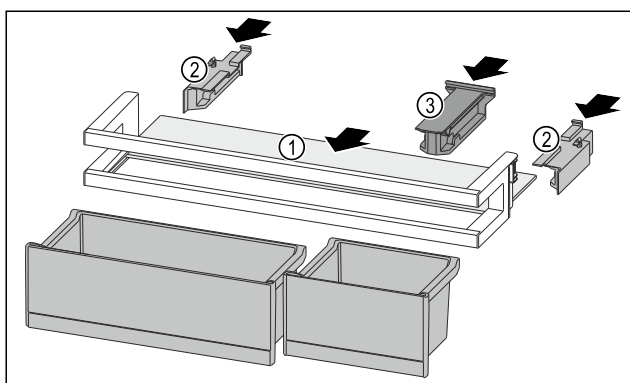

Fig. 183
- Insérer la tablette de rangement Fig. 183 (1) dans les évidements latéraux.
- Installer les parties latérales Fig. 183 (2).
- Installer la pièce de retenue Fig. 183 (3).